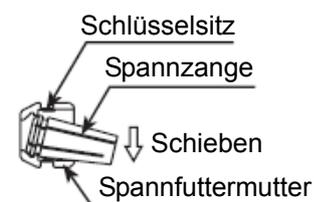

Abb. 22
Halten Sie zur Entfernung der Spannzange die Spannmutter in einer Hand und drücken Sie dann vertikal nach unten auf die Spannzange. Die Spannzange sollte sich lösen (Abb. 22).
- (3) Montieren Sie die neue Spannzange in die Spannmutter, indem Sie die Spannzange in die Spannmutter einlegen und sie auf einer flachen Oberfläche nach unten drücken (Abb. 22).